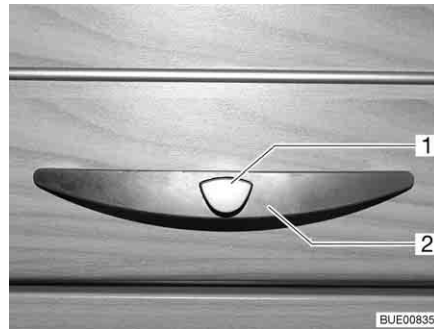

Fig. 42 Abattant de placard avec poignée (exemple)
- Appuyer sur le bouton de déverrouillage (Fig. 42,1) de la poignée (Fig. 42,2) et le maintenir enfoncé.